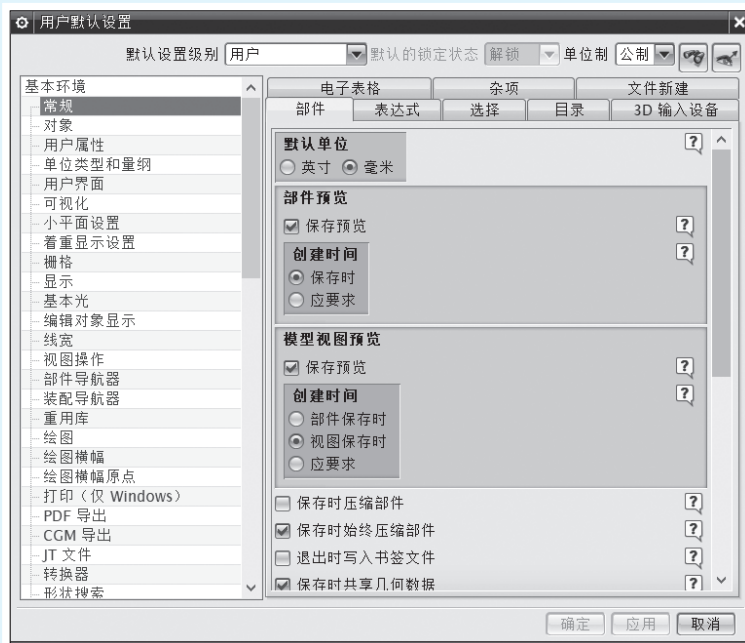

图 1-15
(2) 系统弹出“用户默认设置”对话框，如图 1-15 所示。